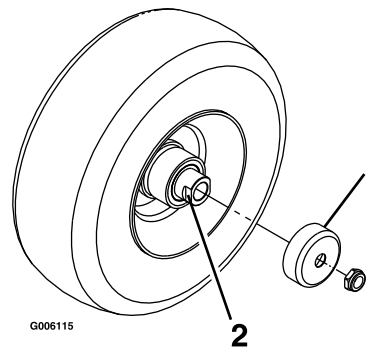

Figura 42
3. Retire los protectores de los retenes del cubo de la rueda (Figura 42).